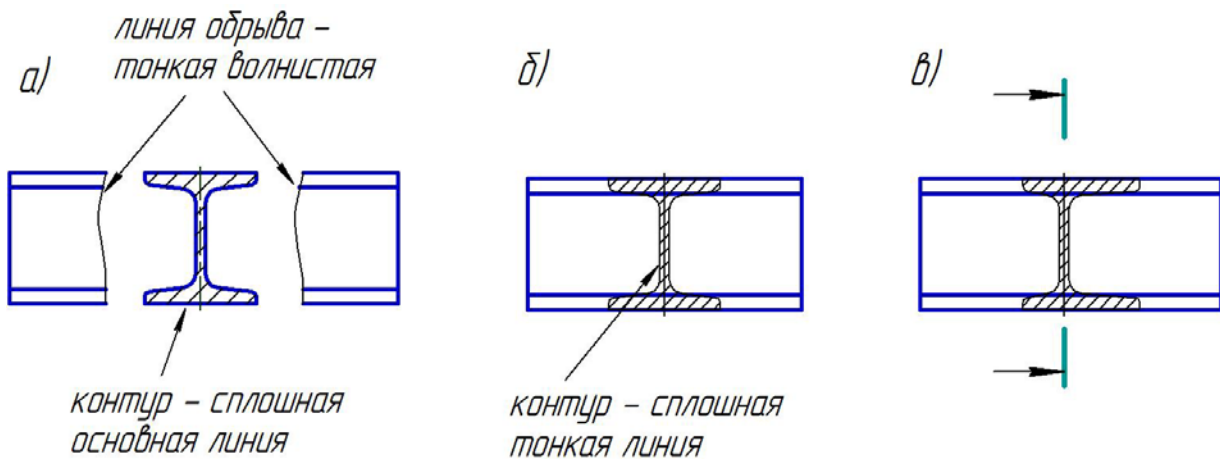

Рис. 2.12. Сечение в разрыве и наложенное сечение
- в разрыве между частями вида (рис. 2.12 а).
Наложённые сечения выполняются непосредственно на проекции рассечаемых элементов, контур – сплошная тонкая линия (рис. 2.12 б, в). Контур самого изображения, начерченный основной линией, на месте наложения сечения не прерывается.
Если секущая плоскость совпадает с линией симметрии сечения, а само сечение располагается вблизи изображения: на продолжении линии сечения (рис 2.11 а) или является наложенным сечением (рис. 2.12 б), или сечением в разрыве (рис. 2.12 а), то секущая плоскость и направление взгляда не указывается, а само сечение не обозначается.
При выполнении несимметричных сечений, при наличии вышеперечисленных условий их расположения, на чертеже указывается секущая плоскость и направление взгляда без буквенного обозначения сечения (рис. 2.12 в).